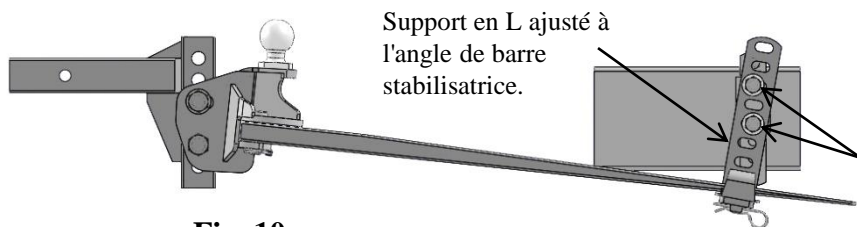

Fig. 10
- Toujours garder les boulons (R) serrés à la main jusqu'à ce que les barres stabilisatrices soient en place et chargées de façon à exercer une pression sur les supports en L (L). Cela permettra aux supports en L (L) de s'ajuster à l'angle de la barre stabilisatrice, procurant le contact maximal avec la plaque de friction (O) et ainsi une meilleur contrôle du roulis. Voir la Fig. 10 ci-dessus. Serrer les boulons (R) au couple de 75 lb-pi.
- Si vous avez serré les boulons avant d'appliquer la tension de la barre stabilisatrice, desserrer les boulons (R) légèrement. Ne pas enlever les boulons complètement. Ils sont sous la pression des barres stabilisatrices. Le support en L (L) s'ajustera alors à l'angle de barre stabilisatrice par lui-même. Resserrer les écrous (R) au couple de 75 lb-pi.